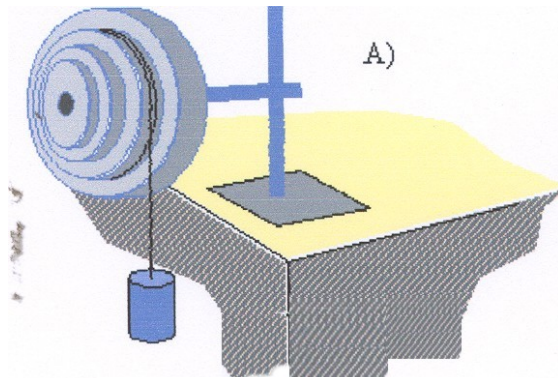

Figura 1
- ① Usted podrá estudiar experimentalmente en esta sesión, la relación que existe entre la aceleración angular de un disco y el torque que Ud. le aplica. Para ello dispondrá de un sistema formado por un conjunto de discos concéntricos de diferente radio y solidarios entre sí, este sistema puede rotar en torno a un eje común.
- ② En cualquiera de los discos Ud. puede enrollar un hilo y si en el extremo libre del hilo cuelga cuerpos (golillas) (M), podrá hacer girar al sistema en distintas condiciones, dependiendo del torque que aplique mediante los cuerpos que cuelga. El sistema está esquematizado en la figura 1.
- ③ Conecte la fotocelda a la interfaz y luego seleccione el icono que representa la polea **Smart Pulley (Polea Inteligente)**.
- ④ Para recoger información del movimiento del sistema a través del computador, instale la polea con rayos de forma que quede en contacto (suave) con el hilo y éste la haga girar (ver figura 1).